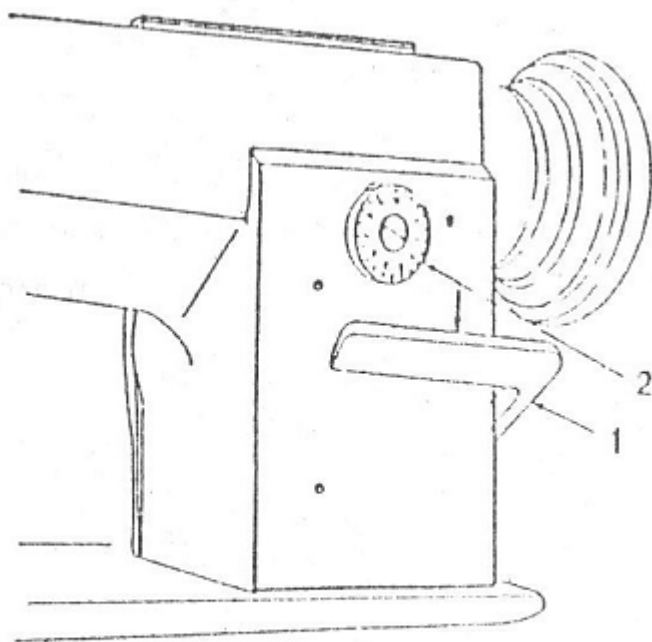

Fig.12
**Регулировка длины стежка и обратный ход. Рисунок 12.**